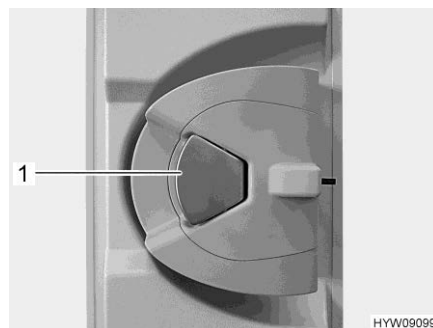

Fig. 52 Serratura della porta (porta di ingresso, lato interno)
- Quando la serratura della porta è bloccata: Tirare una volta la maniglia della porta (Fig. 52,1). La porta è sbloccata.
- Tirare la maniglia della porta (Fig. 52,1). La porta è aperta.
- Premere la maniglia della porta (Fig. 52,1).